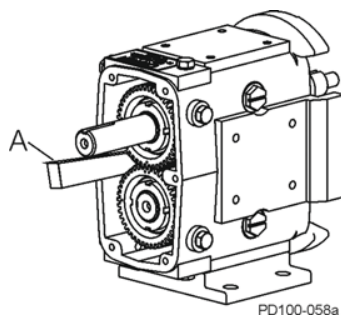

Abbildung 15 - Blockieren der Wellendrehung
- Verhindern Sie durch Einsetzen eines Keils oder eines weichen Stifts zwischen den Zahnrädern, dass sich die Wellen drehen (Abbildung 15, Pos. A). Entfernen Sie die Zahnradsicherungsmutter mithilfe eines Zahnradmutterwerkzeugs (siehe unten). Die Zahnräder werden später ausgebaut.